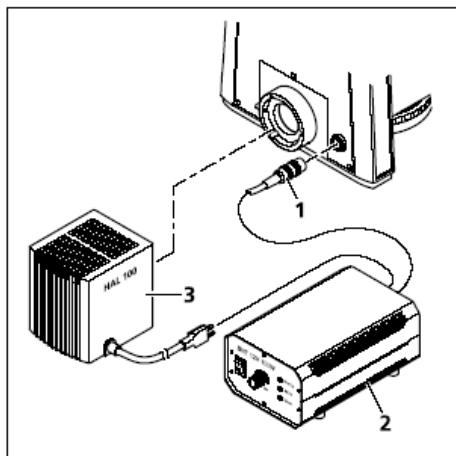

图3-36 HAL 100照明的下部主机体
- 将HAL 100卤素灯（图3-36/3）安装到主机背部上（同时参考3.1.15.1）。
- 将3销 HAL 100插头连接到单独的辅助电源供应设备（图3-36/2）。
- 将主机后面和辅助电源供应设备（图3-36/2）之间的对应连接插座连接光强度控制的电线（图3-36/1）。